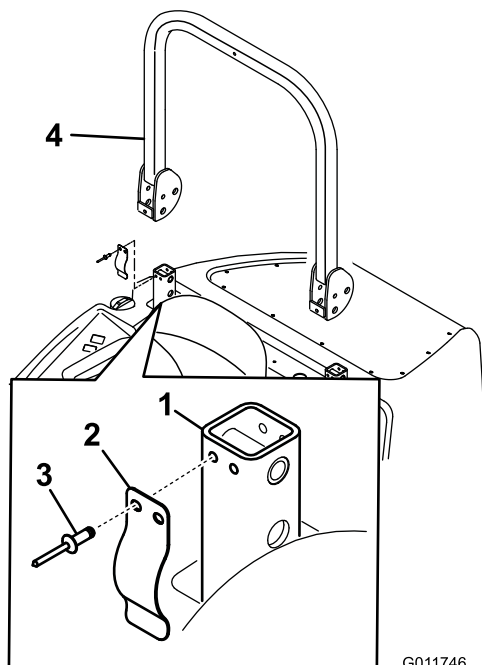

Figure 1
1. Riveter un ressort à lames sur l'avant de chaque montant du ROPS (Figure 1).
2. Abaissez le ROPS sur les montants, dans la position indiquée à la Figure 1.